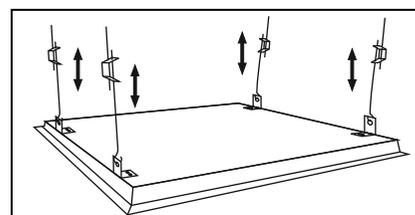

Рис. 3
- Закрепите тросы или проволочные подвесы на монтажных скобах осветительного прибора и отрегулируйте длину, чтобы выровнять прибор относительно потолка "Грильято" (рис. 3).